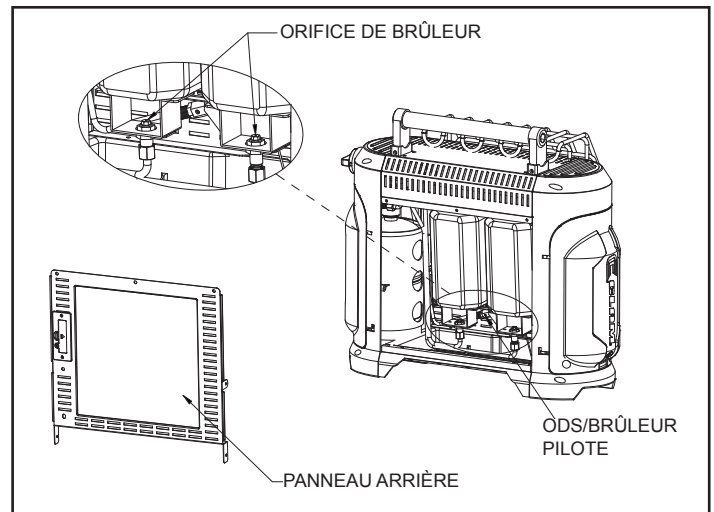

Fig. 5 – Emplacement de l'orifice du brûleur
Gardez la zone du radiateur exempte de matériaux combustibles, d'essence et d'autres vapeurs et liquides inflammables. Gardez les événements (fentes situées en bas et en haut à l'avant du radiateur) dégagés en tout temps pour que l'air de combustion et de ventilation ne soit pas obstruée. Gardez les ouvertures de ventilation de l'enceinte du cylindre libres et exemptes de débris. La flamme devrait être bleue (et non jaune) et s'élever au-dessus du thermocouple. La flamme entourera le thermocouple juste en dessous de l'extrémité (consultez la figure 5). Il peut y avoir une flamme légèrement jaune là où se rejoignent la flamme pilote et la flamme principale du brûleur. Le brûleur doit être orange vif et le contour doit être légèrement bleu (un voile rouge-orange est acceptable); il ne doit y avoir aucune flamme visible. Une flamme bleue qui se déploie indique une accumulation de poussières, de peluches ou de toiles d'araignée à l'intérieur du brûleur principal. Si la flamme est jaune ou s'il y a une flamme visible sur le brûleur, un nettoyage peut être requis. Suivez les instructions qui suivent afin d'inspecter le brûleur principal. Il est nécessaire d'examiner régulièrement l'orifice et le venturi du brûleur pour s'assurer qu'ils sont exempts d'insectes, de nids ou de toiles d'araignée pouvant s'accumuler au fil du temps. Il est fortement recommandé que la présente procédure d'entretien soit effectuée annuellement. Un tuyau obstrué peut provoquer un incendie.
6. Inspectez et nettoyez la flamme (attachée à un support) en utilisant un aspirateur ou en appliquant une pression d'air dans les trous de la flamme, comme indiqué par les flèches à la figure 5.